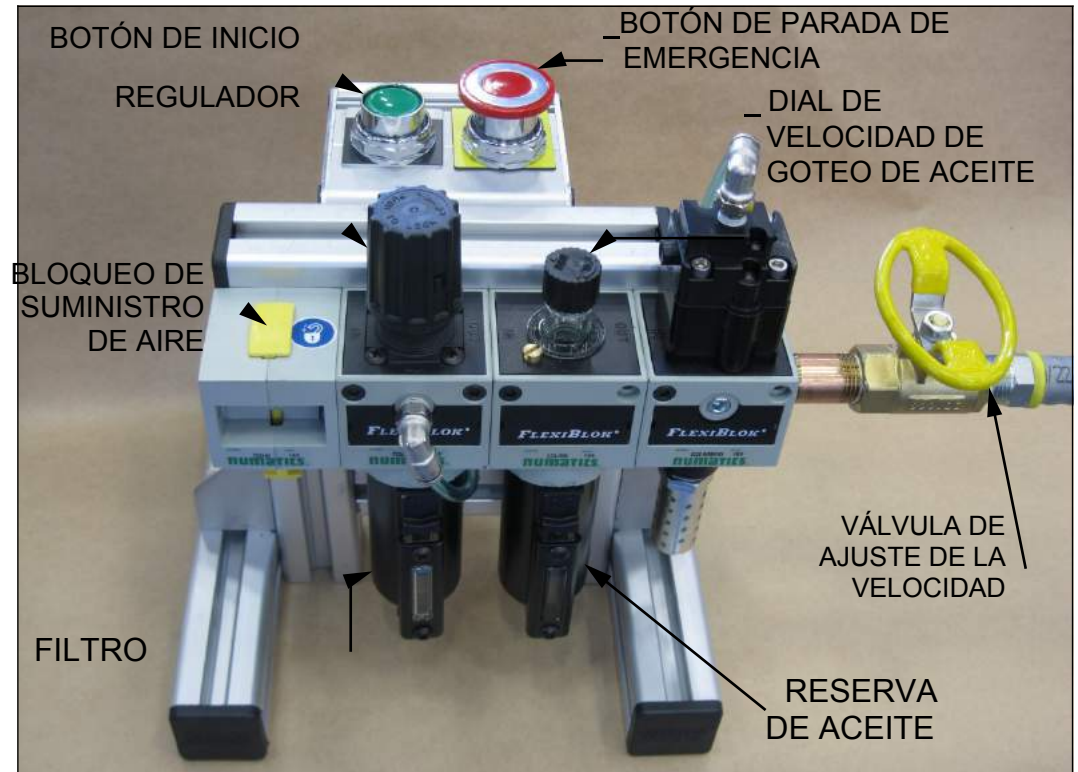

FIGURA 4-4. COMPONENTES PCU
10. Abra la válvula de bloqueo/etiquetado en la PCU (Figura 4-4).
11. Para en el botón de parada de emergencia en la PCU (Figura 4-4).
1. En la PCU, presione el botón INICIO (Figura 4-4).
2. Establezca la velocidad de alimentación en cero (Figura 4-4).
3. Abra lentamente la válvula de bola de la PCU hasta que la velocidad de rotación alcance la velocidad deseada (Figura 4-4).
5. Gire lentamente el tornillo de velocidad de alimentación para aumentar la velocidad de alimentación hasta alcanzar la velocidad de alimentación deseada. (Figura 4-4).
7. Ajuste la velocidad de goteo de aceite según sea necesario. (Figura 4-4).
3. Presione la válvula de bloqueo / etiquetado hacia abajo para cerrarla (Figura 4-4). Esto liberará la presión de aire residual en el circuito de la PCU.